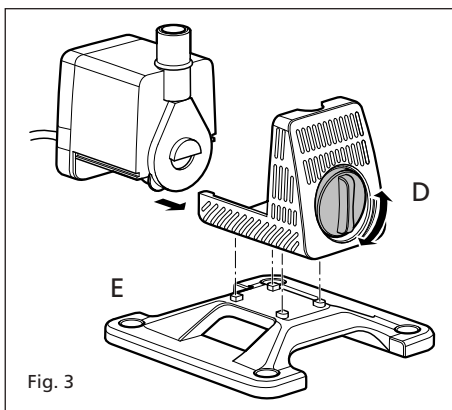

Fig. 3
В соответствии с Вашими потребностями регулировка выходного потока насоса может осуществляться посредством вращения регулятора расхода, который расположен в передней части насоса (См. Рис. 3 (D)).
предоставленных отверстий. Вдвиньте мотор на заднюю крышку/основание. Для повышенной устойчивости при использовании фонтанных насадок, прикрепите насос к отдельной плите основания. См. Рис. 3 (Е). Эта плита может быть прикреплена к поверхности при помощи винтов через отверстия в каждом из углов плиты основания.